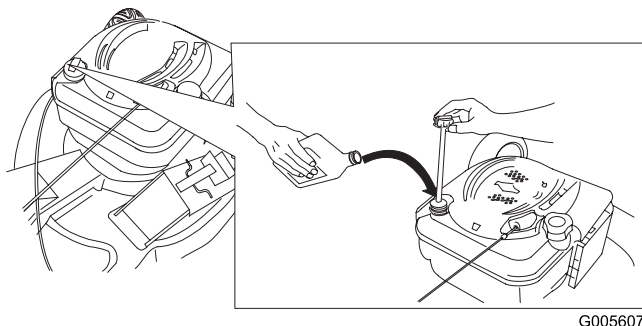

Figura 9
1. Togliete l'asta di livello (Figura 9).